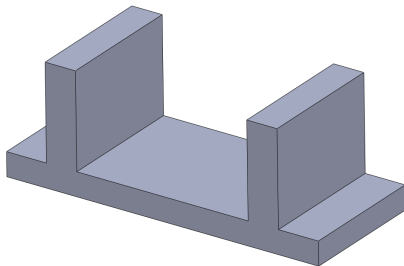

图 5-44 打开素材模型
(1) 单击常用工具栏中的【打开】按钮，打开一幅素材模型，如图 5-44 所示。